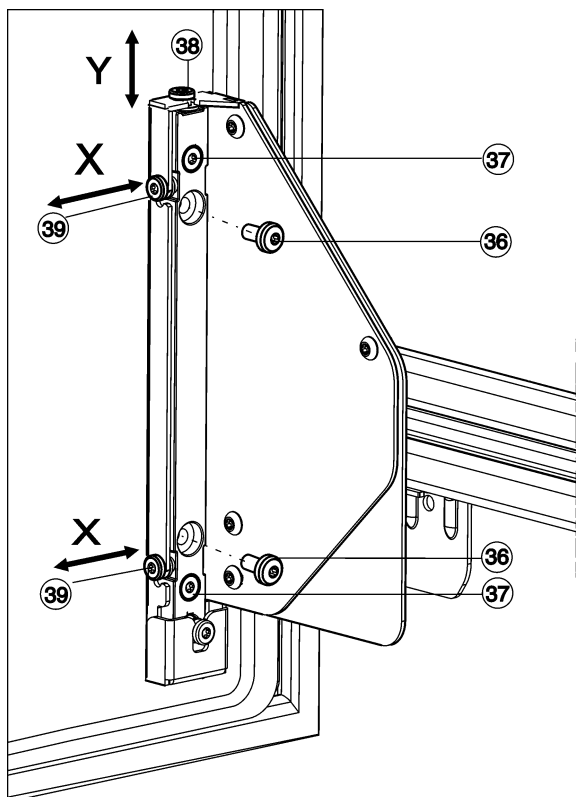

Fig. 28
- ▶ Desenrosque por completo los tornillos Fig. 28 (36).
- ▷ Deseche los tornillos Fig. 28 (36), puesto que ya no son necesarios.
- ▶ Afloje los tornillos Fig. 28 (37) con 1 - 2 vueltas.
- ▶ Gire el tornillo de ajuste (38). En el sentido de las agujas del reloj; la puerta se mueve como máx. 4 mm hacia arriba. En el sentido contrario a las agujas del reloj; la puerta se mueve como máx. 2 mm hacia abajo.
- ▶ Vuelva a apretar todos los tornillos Fig. 28 (37).
- ▶ Si todavía están disponibles los tornillos Fig. 28 (36), desenrosquelos por completo.
- ▶ Ajuste los tornillos de ajuste Fig. 28 (39) según la dirección de ajuste lateral deseada.
- ▶ Una vez finalizado el ajuste lateral, vuelva a apretar los tornillos Fig. 28 (37).